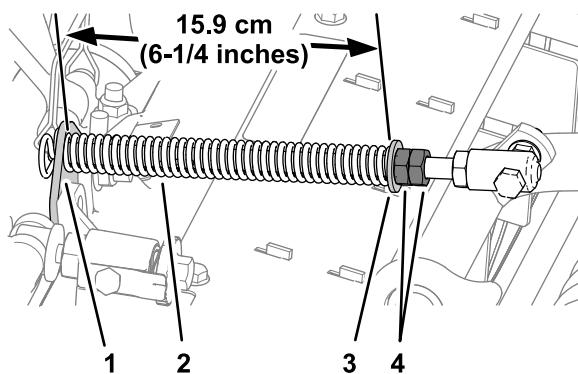

Bild 16
- 3. Ziehen Sie die Sechskantmuttern vorne an der Federstange an, bis die komprimierte Länge der Feder 15,9 cm beträgt, wie in Bild 16 abgebildet.